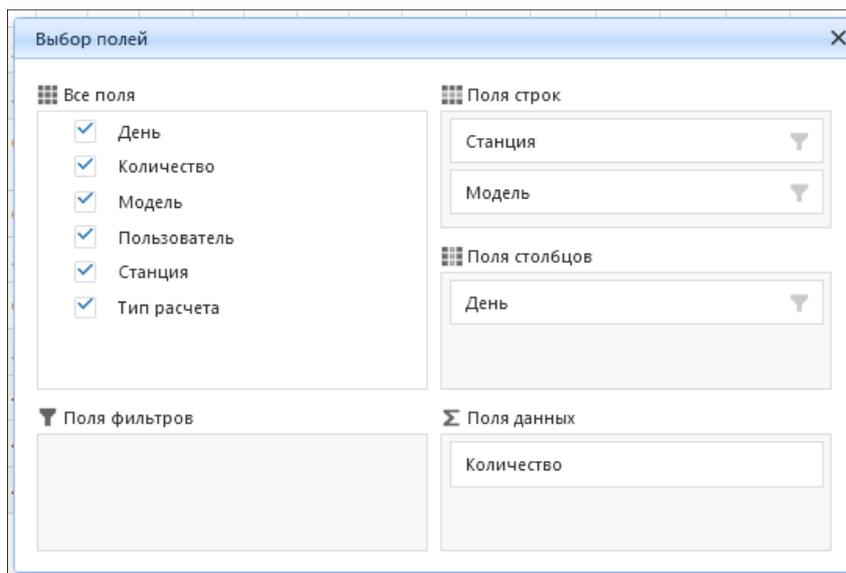

Рисунок 4.4.26 – Окно «Выбор полей»
- поле (2) «Месяц» предназначено для выбора месяца, в котором производились расчеты;
- поле (3) «Наименование станции/модели» необходимо для персонификации станции, для которой оператор хочет просмотреть статистику расчетов;
- кнопка (4) «Применить» служит для запуска агрегации информации по выбранным признакам: год, месяц, модель, станция;
- поле (5) «Станция» указаны станции, выбранные для просмотра;
- поле (6) «Модель» отображает список моделей, выбранных для просмотра;
- поле (7) «Тип расчета» отображает типы расчета, которые проводились для выбранных станций;
- поле (8) «Пользователь» отображает пользователей, которые проводили расчеты с разбивкой по типам расчета;
- поле (9) «День» в календарной последовательности отображает количество расчетов по каждому пользователю и типу расчета;
- кнопка (10) «День» служит фильтром для выбора и последующего просмотра отфильтрованных данных;
- поле (11) «Итого» – отображает итоговое количество проведенных расчетов;
- кнопка (12) «Выбор полей» помогает оператору настроить форму данной вкладки, убирая или добавляя необходимые параметры для отображения (рис. 4.4.26).